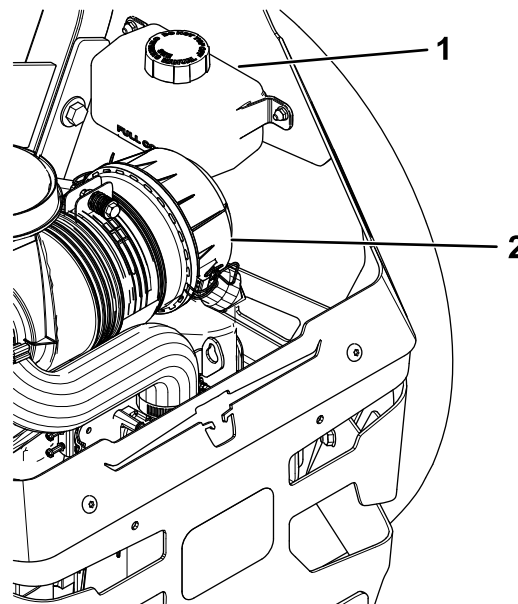

Figura 83
2. Compruebe el depósito de expansión y si es necesario, añada fluido hidráulico Toro® HYPR-OIL™ 500 hasta la línea FULL COLD (Figura 83).